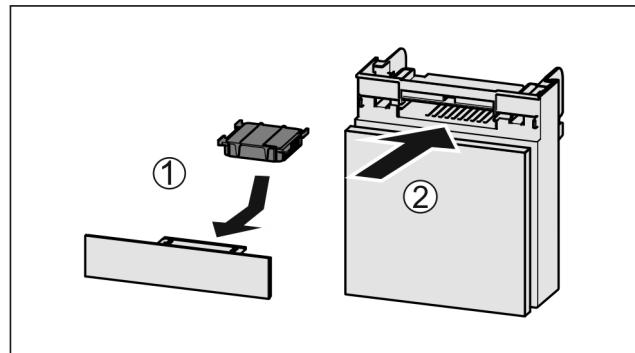

Fig. 137
- Aktivni ogleni filter vstavite Fig. 137 (1) skladno s prikazom na sliki.
- Predal potisnite noter Fig. 137 (2).